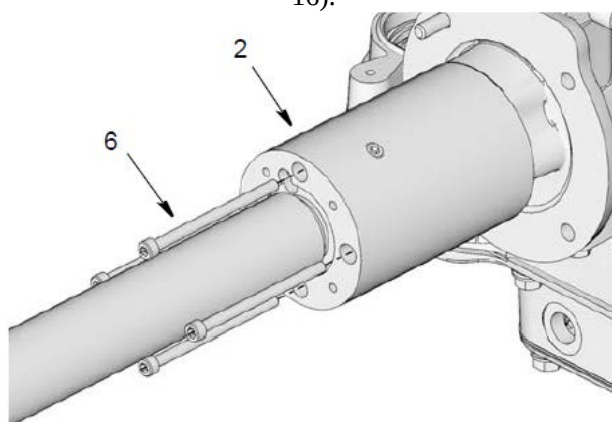

Рис. 16
- e. Снова установите мотор (123) в коробку передач (101) с помощью винта (125) и шайбы (124). Надежно зафиксируйте винт с помощью монтажного ключа. Затяните до достижения момента 12-14 фунт-футов (16-9 Н.м) (рис. 16).
9. Снимите винт (6) с адаптера насоса (2) (рис. 16).